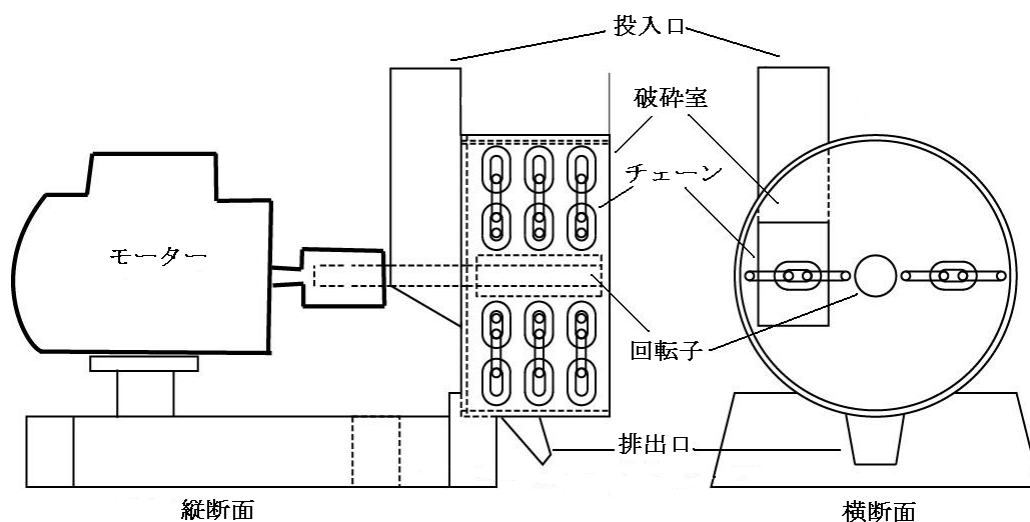

図 4. 横型チェーンクラッシャーの構造概略図
② **横型チェーンクラッシャー**：横型チェーンクラッシャーの回転子が破砕室に横に設置され、同じく 2～5 段のチェーン掛けを有し、チェーン掛け毎に 4～8 本のチェーンをとりつける。モーターが回転子を高速に回転させる。投入口から投入された物体は高速回転するチェーンにより叩き割られ、最終的に 0.5mm 以下の破片に粉砕される。また、2つの回転子を設置する横型チェーンクラッシャーもあり、各自に違う回転数で回転し、衝突打撃のほか、物体を研磨・削りも行うことができる。横型チェーンクラッシャーの構造は図 4 に示す。